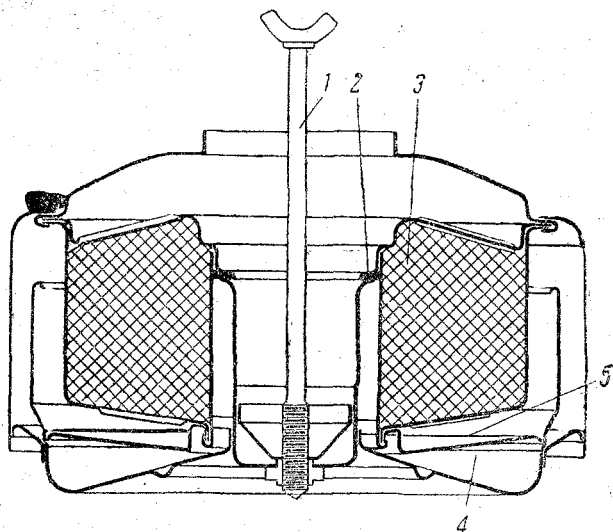

Рис. 17. Воздухоочиститель двигателя:
3. Промывай фильтр воздухоочистителя (рис. 17) и меняй смазку в нем через каждые 250 миль пробега (400 км), а при работе в особо пыльных условиях меняй смазку ежедневно.